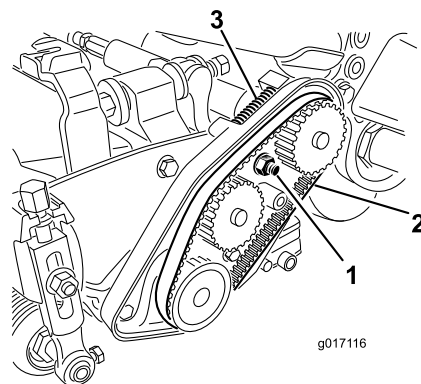

Figura 46
- A. Allentate il dado di montaggio della sede del cuscinetto (Figura 46).
- C. Pulite da qualsiasi detrito l'interno della sede della cinghia e l'area attorno alla molla di compressione (Figura 46).